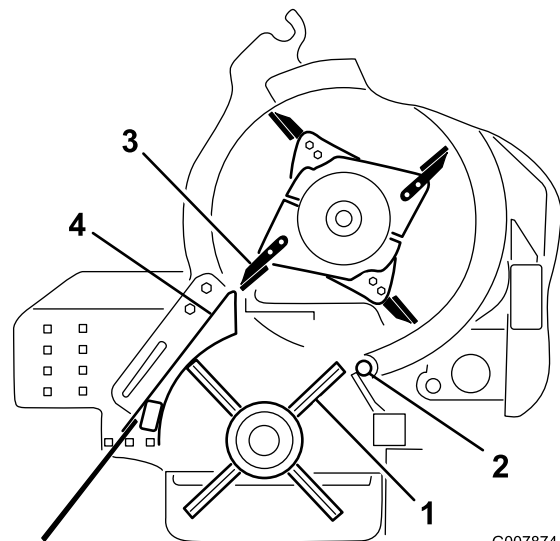

Bild 61
4. Drehen Sie die Bürstenscheibe, bis eine Bürstenreihe mit der sich drehenden Kante ausgefluchtet ist (Bild 61).
5. Drehen Sie den Häksler, bis eine Messerspitze mit der Außenseite des Bürstengehäuses ausgefluchtet ist (Bild 61).